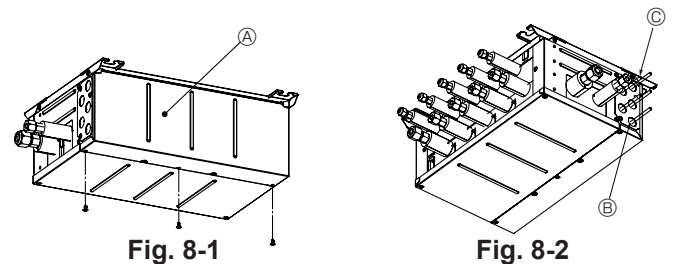
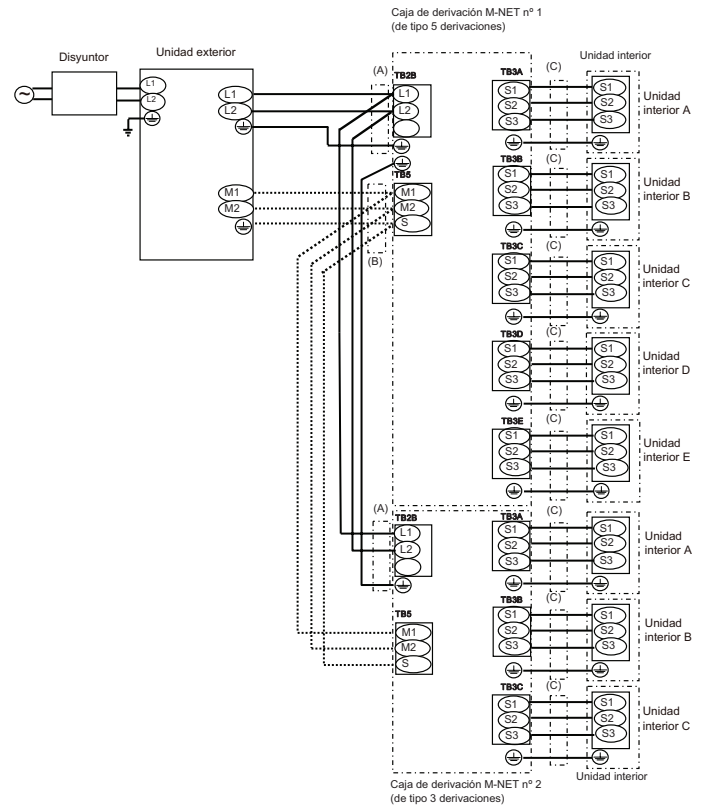

Fig. 8-1
Fig. 8-9
- (1) Retire la cubierta eléctrica. (Fig. 8-1)
- (2) Retire la cubierta de conducto.
- (3) Introduzca el cableado en la caja de derivación a través de la placa de conducto y fíjelo con la placa de conducto. (consulte el apartado 8.1)
- (4) Conecte firmemente cada cable al bloque de terminales pertinente. (Fig. 8-9)
- (5) Configure el interruptor DIP. (consulte el apartado 8.3)
- (6) Vuelva a colocar la cubierta eléctrica.
8.2. Procedimiento de cableado exterior (Fig. 8-9)